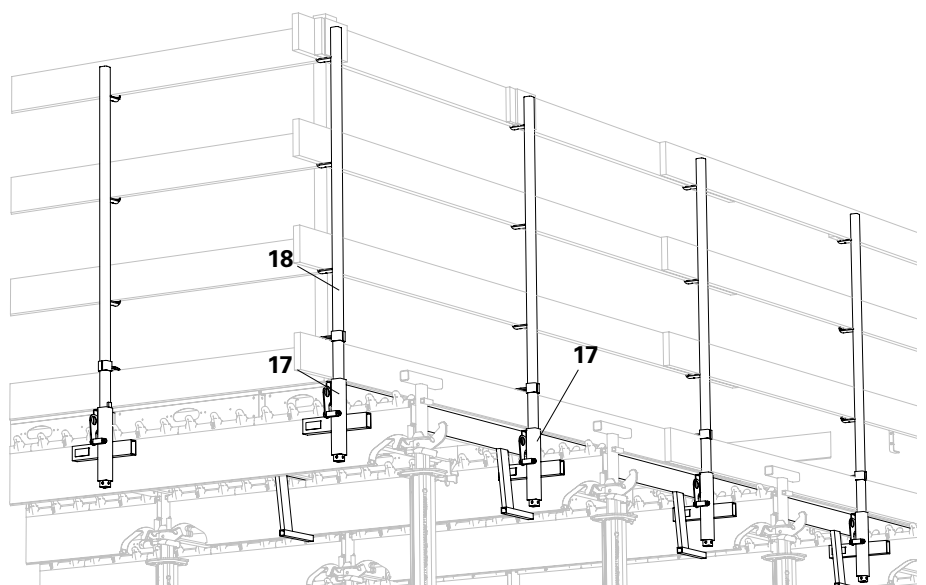

Fig. A8.10
3. Insérer le montant de garde-corps (18).
4. Insérer les planches de garde-corps et sécuriser avec des clous. (Fig. A8.10)